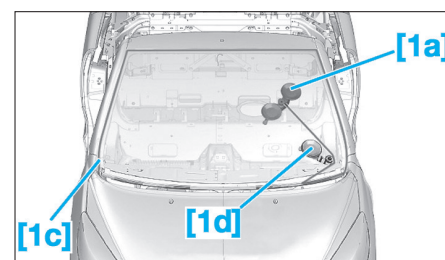

FIG. 20
- Déplacer les outils [1a], [1d] suivant l'évolution de la découpe du cordon d'adhésif joint (**Fig.20**).